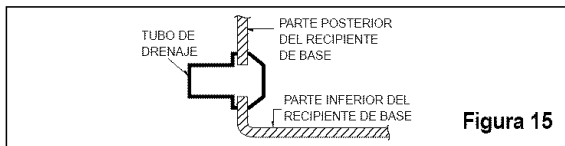

Figura 15
- Primero, asegúrese de insertar el tubo de drenaje en el recipiente de base antes de la instalación. El equipo de aire acondicionado debe instalarse con una ligera inclinación hacia la parte exterior para permitir el drenaje del agua. Por lo general, el equipo de aire acondicionado puede drenar el agua condensada a través de la tubería de drenaje. (Figura 15)